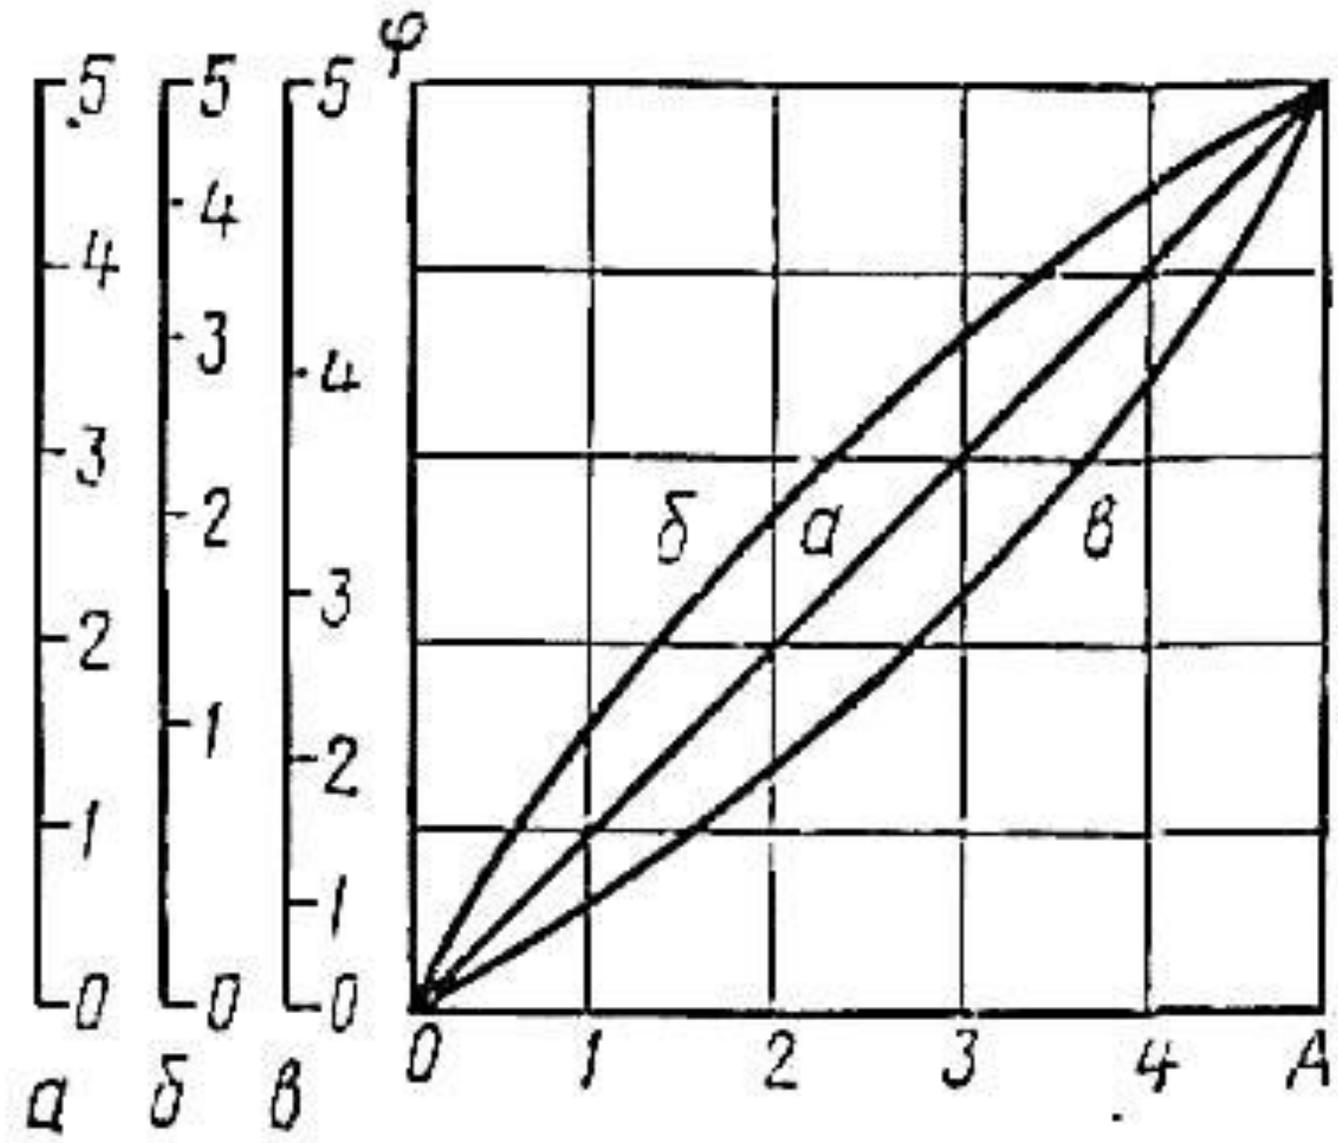

Рис.3
**Равномерные** шкалы (**рис. 3 а**) обладают постоянной чувствительностью. Их применяют, чтобы получить одинаковую по всей шкале абсолютную погрешность измерений.
**Неравномерные** шкалы (**рис. 3 б, в**) имеют криволинейную характеристику и непостоянную чувствительность. Их применяют, чтобы получить постоянную по всей длине шкалы относительную погрешность измерений.